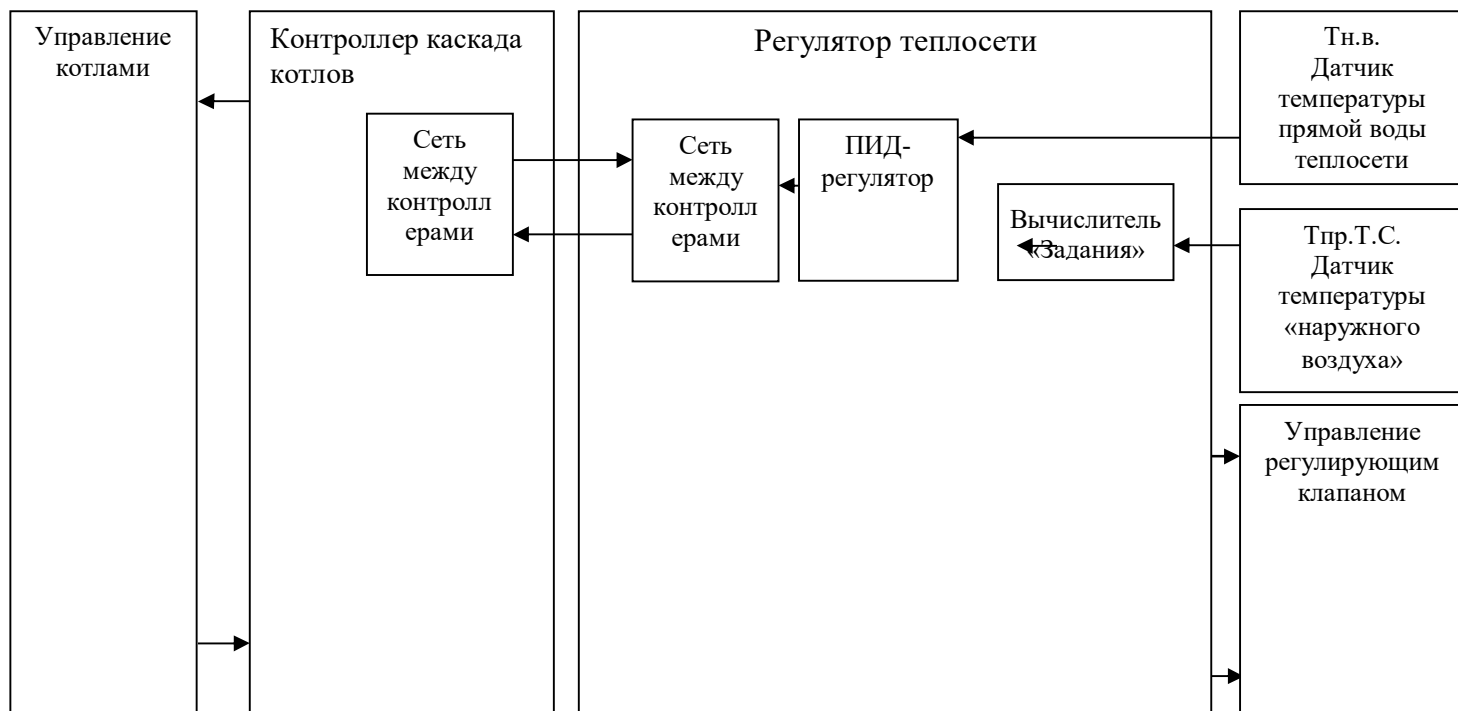

Рисунок 4 Функциональная схема совместной работы контроллера каскада и регулятором теплосети.
- данные о «текущем Задании температуры воды теплосети» передаются из регулятора теплосети в контроллер каскада котлов. Передача осуществляется по сети организованной между контроллерами (рис.4);